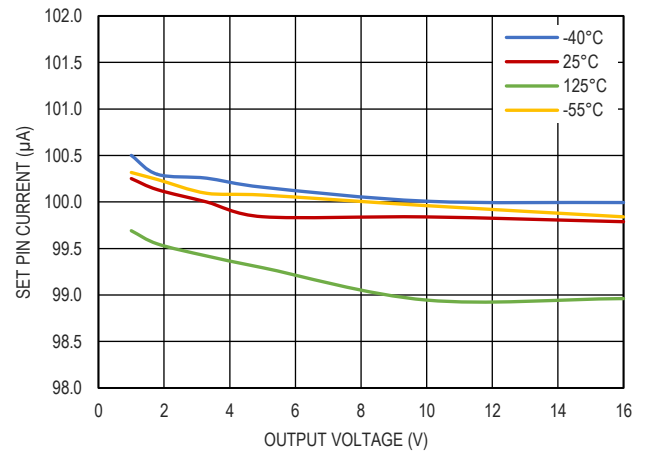

图 9. SET pin 电流和输出电压的关系
VIOC 引脚用于控制前级开关电源 (例如降压、升压、降压-升压等), 无论 LDO 的输出电压如何, 都能保持 GM12051 两端的恒定电压, 以实现效率最大化的同时又保持 PSRR 的性能。VIOC 引脚是快速单位增益放大器的输出, 用于测量 IN 和 OUT 之间的差值或 1.5V, 以较高者为准。如图 9 所示, VIOC 特性简单易用。只需将 VIOC 引脚连接到前级开关电源的反馈 (FB) 引脚, 就可调节 GM12051-1 的输入输出差分分到开关电源的反馈电压。并联多个 GM12051-1 时, 将其中一个 GM12051-1 的 VIOC 引脚连接到上游开关转换器的反馈引脚, 悬浮剩余 VIOC 引脚即可。